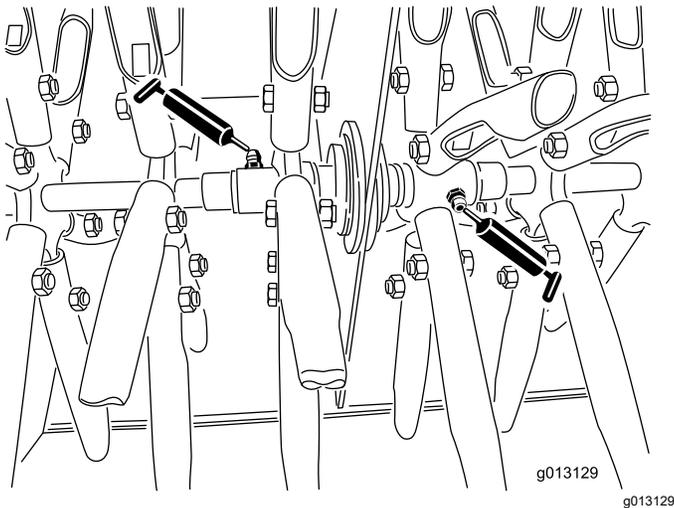

Figura 23
3. Gire manualmente los 2 conjuntos de taladros centrales de hasta que vea los engrasadores (Figura 23).